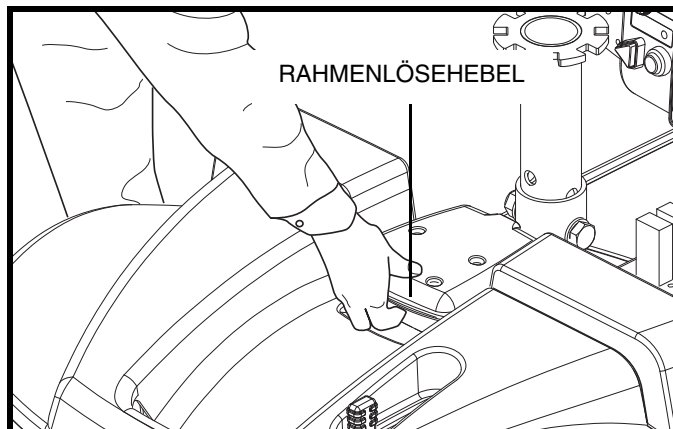

Abb. 25. Rahmenlösehebel
3. Festhalten und Hochheben am Rahmenlösehebel (siehe Abb. 25).